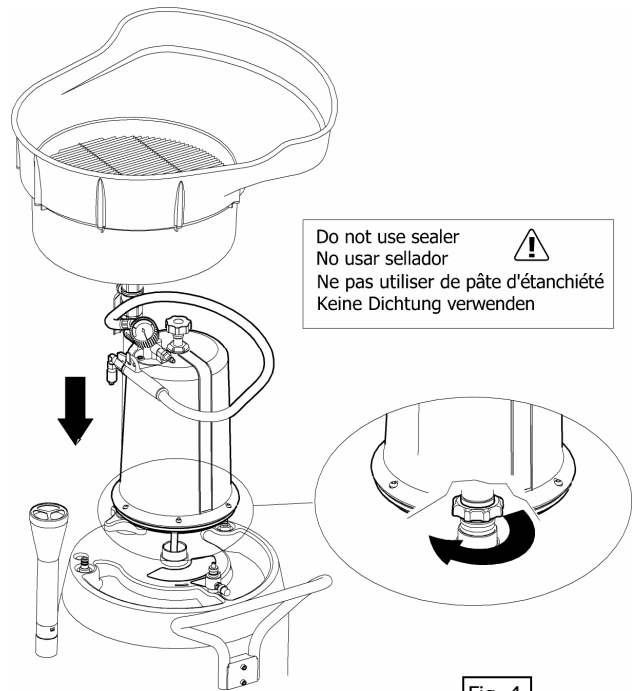

Fig. 4
**(F)** Monter le bol de pré-vidange à l'aide de la bride. Tourner le viseur comme il est indiqué sur la fig.4